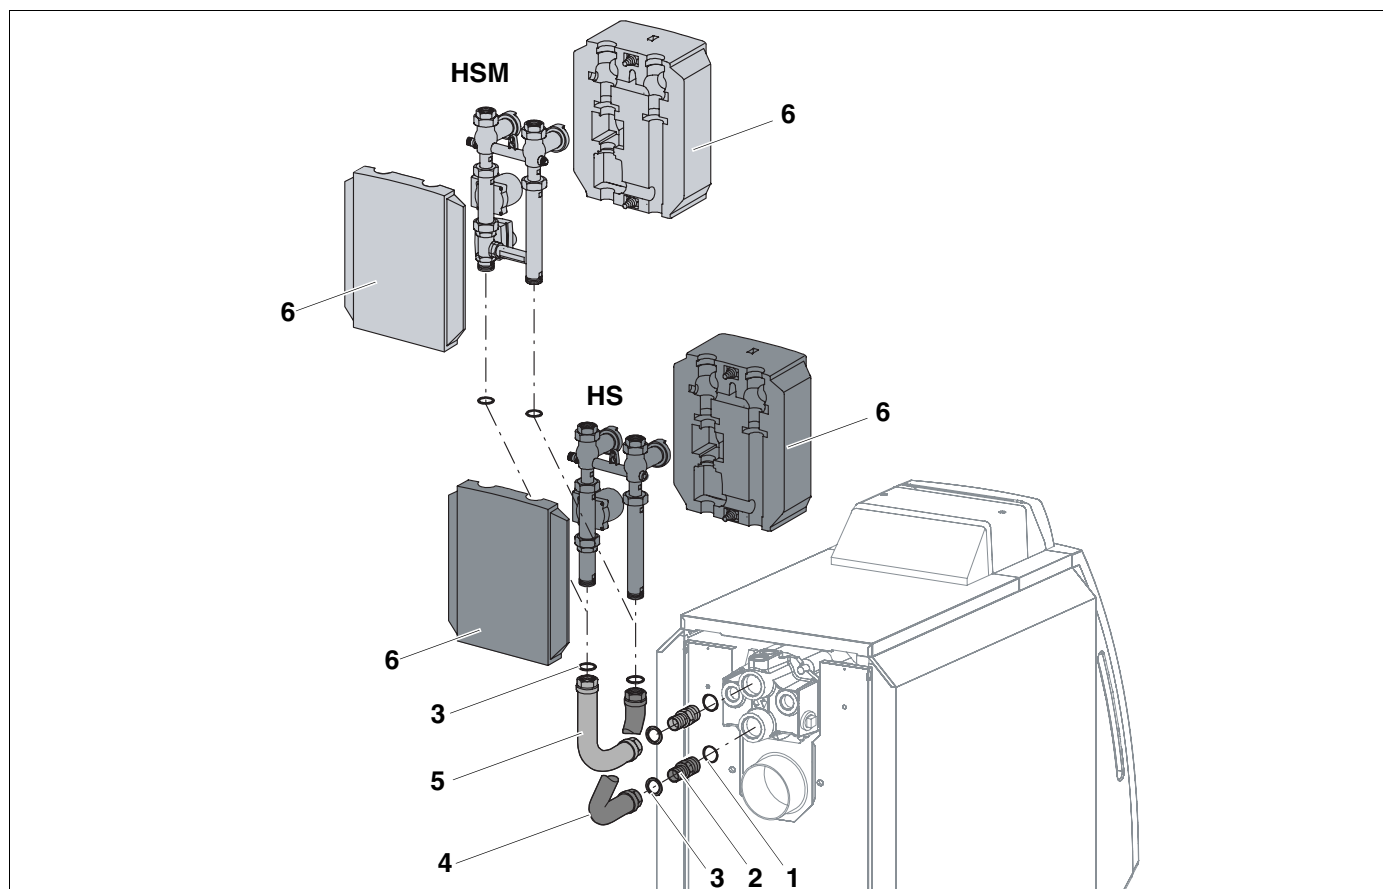

Fig. 4 Montaggio dietro la caldaia KAS 1
- Avvitare il nipplo riduttore (2) con O-ring incorporato (1) alla mandata e al ritorno della caldaia.
- Posizionare le guarnizioni (3) nei dadi di raccordo sul lato corto del tubo di ritorno (4), e avvitarle, senza serrare, al nipplo riduttore (2).
- Posizionare le guarnizioni (3) nei dadi di raccordo sul lato corto del tubo di mandata (5), e avvitarle, senza serrare, al nipplo riduttore (2).
- Posizionare le guarnizioni (3) nei raccordi superiori delle sezioni di tubo perpendicolari, e avvitare HS o HSM con KAS 1 come illustrato in fig. 4.
- Infilare i gusci termoisolanti (6) da entrambi i lati sul rispettivo set circuito di riscaldamento, e avvitare leggermente con le viti di plastica.